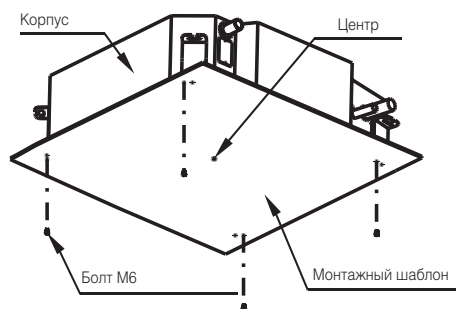

Рис. 5-7
2. После монтажа корпуса блока закрепите на нем монтажный шаблон с помощью болтов М6х12, чтобы определить размеры и расположение ниши в подвесном потолке (рис. 5-7).